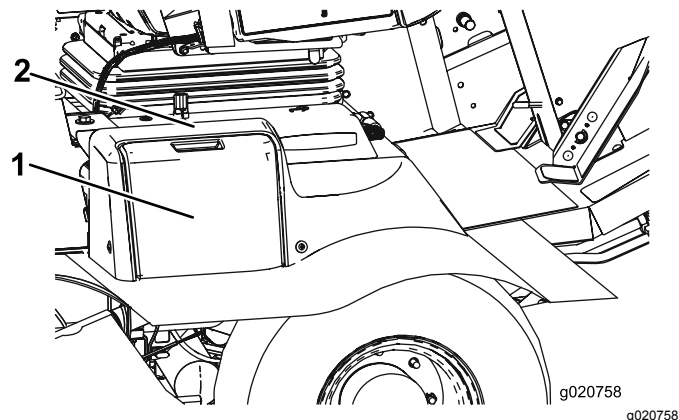

Figura 75
1. Aprite il coperchio della batteria sul lato della copertura (Figura 75).
**Nota:** Premete sulla superficie piatta sopra il coperchio della batteria per facilitare la rimozione del coperchio (Figura 75).